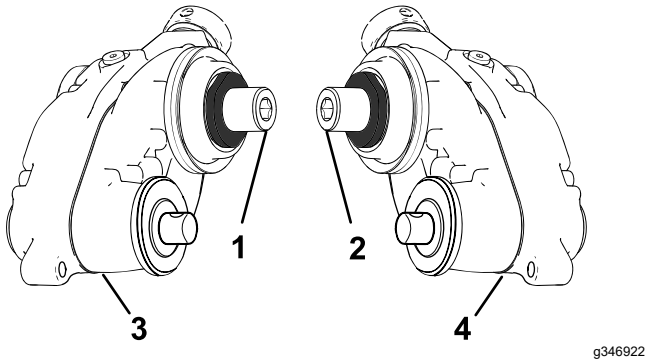

图 7
1. 识别左驱动疏草刀驱动箱和右驱动疏草刀驱动箱请参阅图 7。